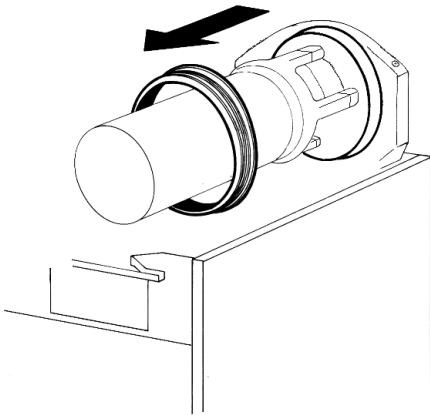

figura 11
- 4 Quitar de su alojamiento la junta del contenedor (ver figura 11)